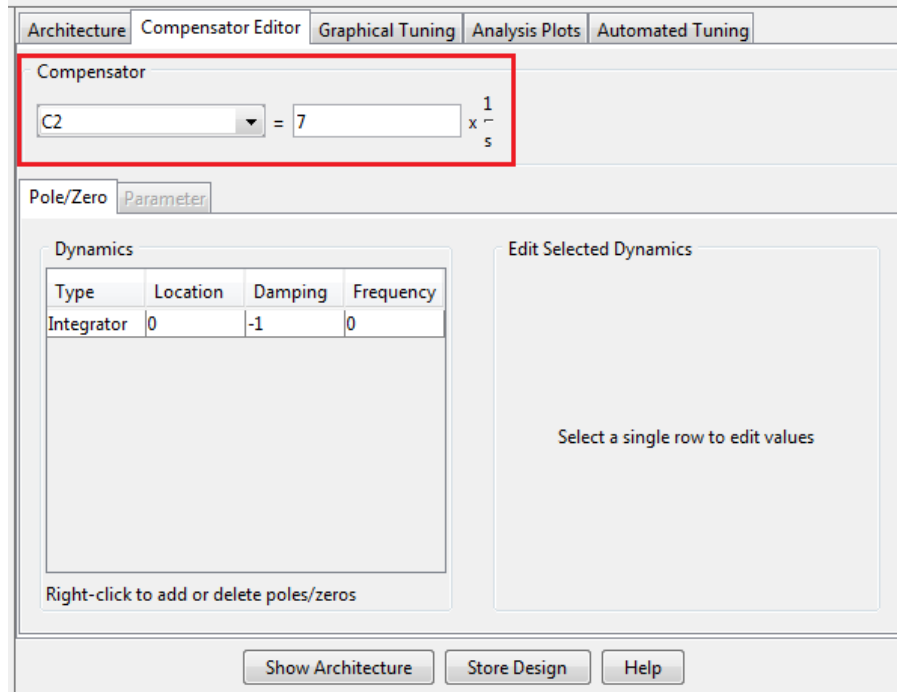

Figura 81. Insertar valores en recuadro Compensator editor.
- Inserte en el recuadro *Compensator* de color rojo de la figura 81, uno a uno los posibles valores probándolos hasta encontrar el que proporcione la ganancia adecuada para los requerimientos de diseño. Para el motor ejemplarizado en esta guía se insertaron uno a uno los valores (2, 4, 5, 7) encontrando que el valor adecuado es 7 observe las curvas resultado en la Figura 82.